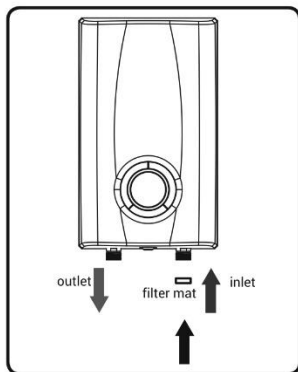

Рис. 1. Монтаж ПЭВН Thermex Topflow 6000, Topflow 8000, Topflow 10000, Topflow 15000
**Установка моделей Thermex Topflow 6000, Topflow 8000, Topflow 10000, Topflow 15000 осуществляется в соответствии с Рис.1:**